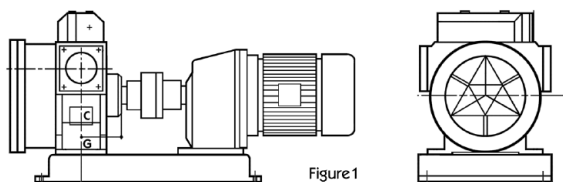

Figure 1
- 8- Lors du projet d'installation de pompes, il est recommandé de laisser un espace suffisant autour d'elle pour faciliter les éventuelles interventions d'entretien, effectuer la vidange et contrôler le niveau d'huile dans les réducteurs (fig. 1 ci-dessous),